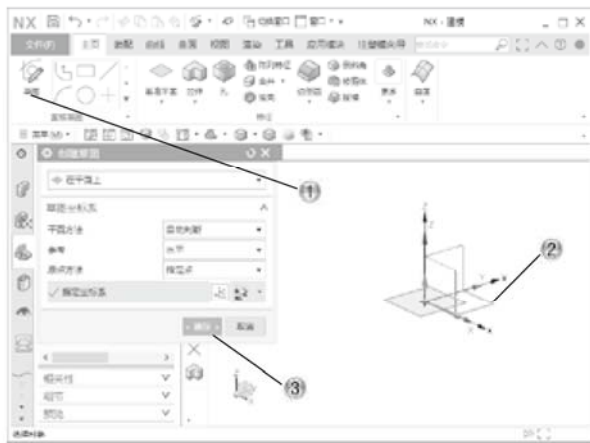

图 2-44
- ① 单击【主页】选项卡中的【草图】按钮，进入草图绘制环境，如图 2-44 所示。
- ② 在绘图区中，选择草绘平面。
- ③ 单击【确定】按钮。